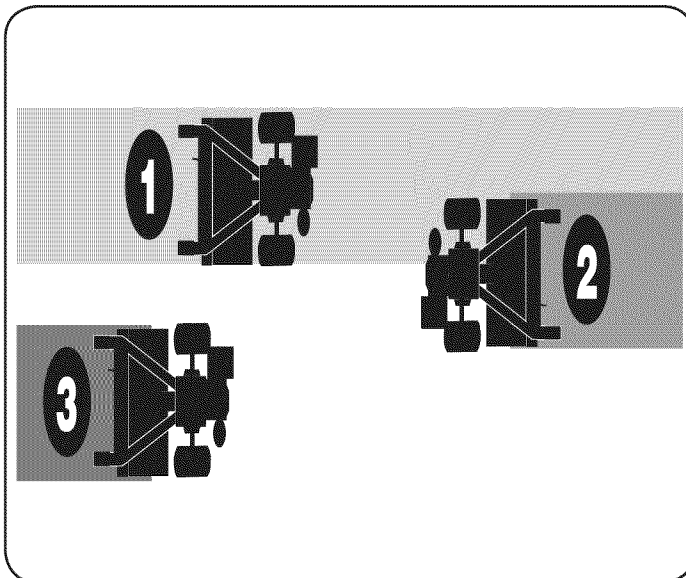

Figura 20
- Si las dimensiones del jardín no permiten la labranza en sentido longitudinal y luego en sentido transversal, traslape las primeras pasadas por la mitad del ancho de la cultivadora, continuando con sucesivas pasadas a un cuarto del ancho. Vea la Figura 20.